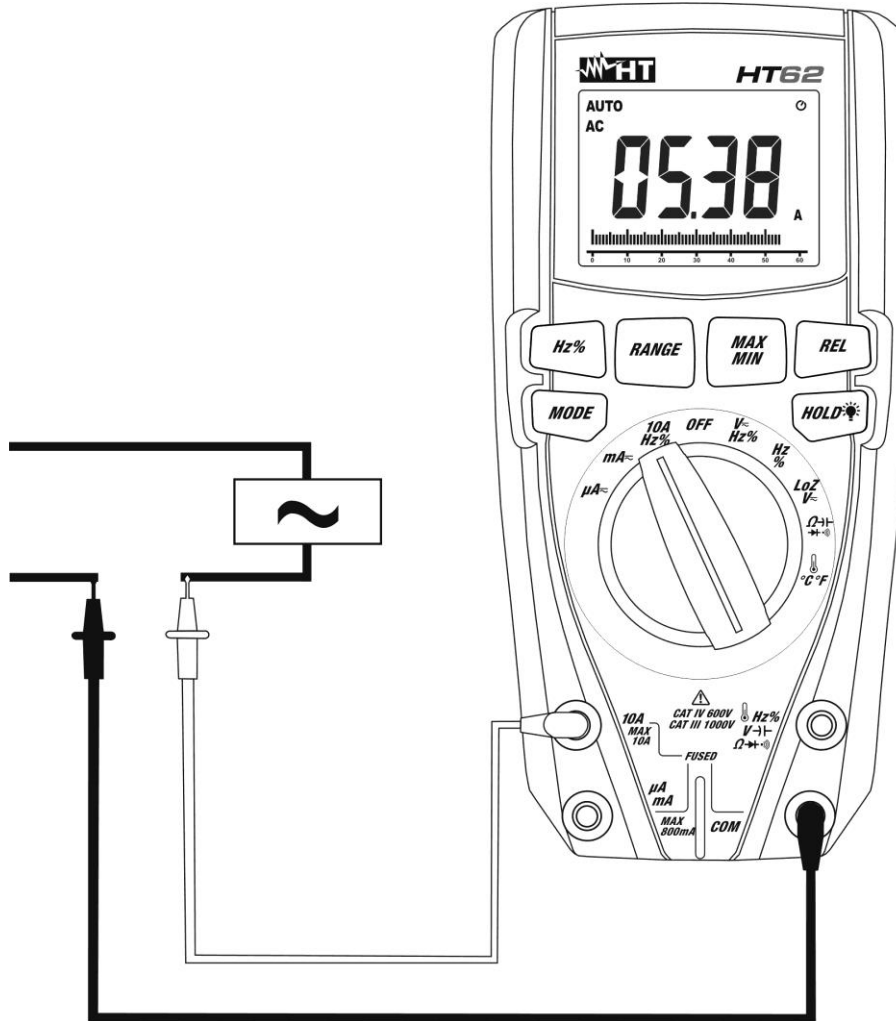

Abb. 11: Verwendung des Gerätes für Wechselstrommessung
5. Verbinden Sie die rote und die schwarze Messleitung in Reihe mit dem zu messenden Stromkreis, achten Sie dabei auf die Strompolarität und -richtung (siehe Abb. 11).